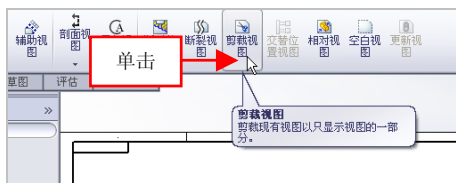

图 11-37 单击【剪裁视图】按钮
(3) 在【视图布局】选项卡中，单击【剪裁视图】按钮，如图 11-37 所示。